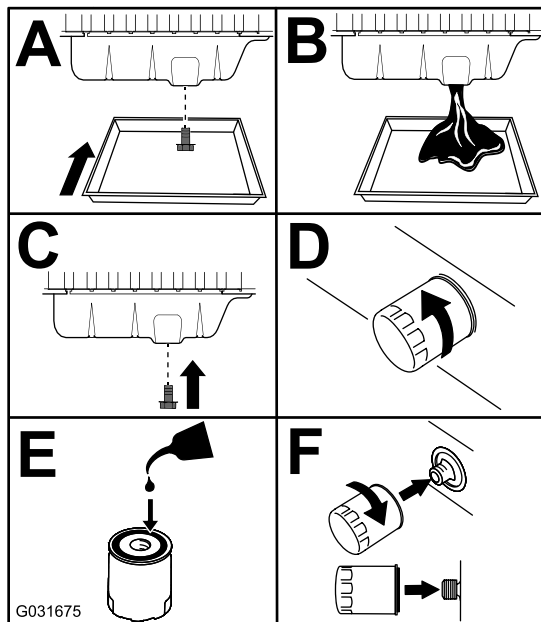

Bild 43
3. Tauschen Sie das Motoröl und den Motorölfilter aus (Bild 43).